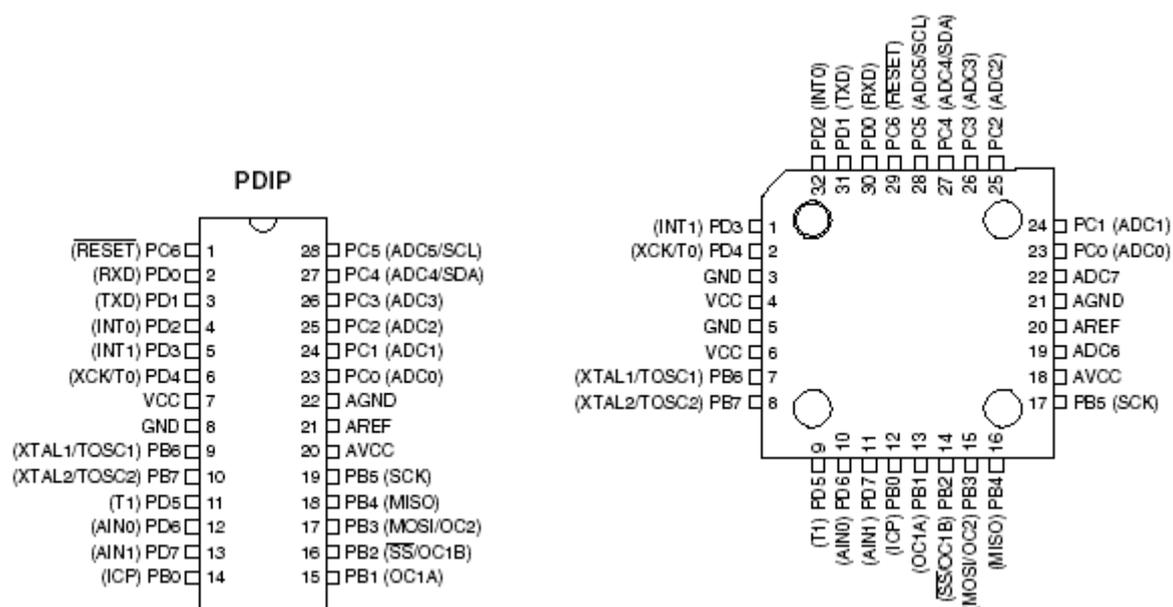

Рис. 5.1 – Расположение выводов АТмега8
- 28-выводной корпус PDIP, 32-выводной корпус TQFP (рис. 5.1).